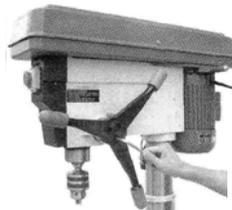

Figure 9
- 7.1 Insérez tout d'abord l'arbre dans la broche. Tirez la manette d'avance vers le bas pour faire descendre l'arbre. (Fig. 9)